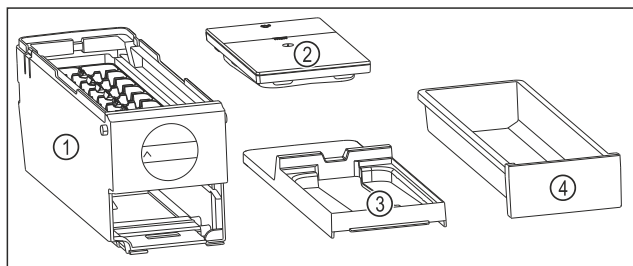

Fig. 145 Компоненти EasyTwist-Ice
- EasyTwist-Ice складається з чотирьох частин. (див. Fig. 145)
- Розбирайте EasyTwist-Ice тільки на зображені компоненти. (див. Fig. 145)
- Очистіть корпус EasyTwist-Ice Fig. 145 (1) без розбирання.